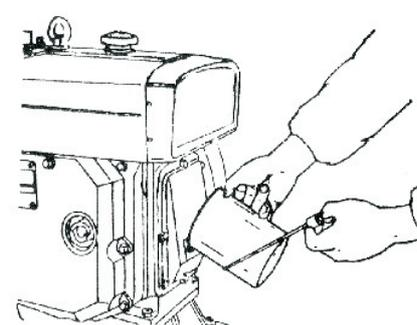
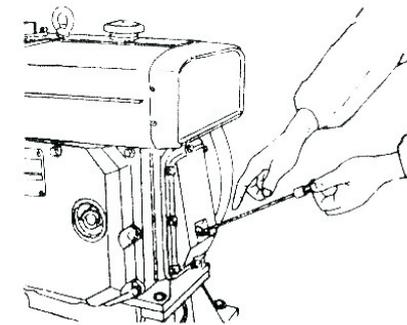

Fig. 1 Colocar óleo no cárter
Fig. 2 Medir o nível de óleo no cárter com a vareta de medição
1.2- O óleo lubrificante deve ser armazenado em um recipiente limpo e vedado para evitar a entrada de sujeira. Antes de adicionar o óleo, retirar a vareta de medição e colocar óleo limpo no cárter (Fig. 1). A quantidade de óleo adicionada é cerca de 3,5 litros de modo que o nível de óleo no cárter fique entre as duas linhas marcadas na vareta de medição (Fig. 2).